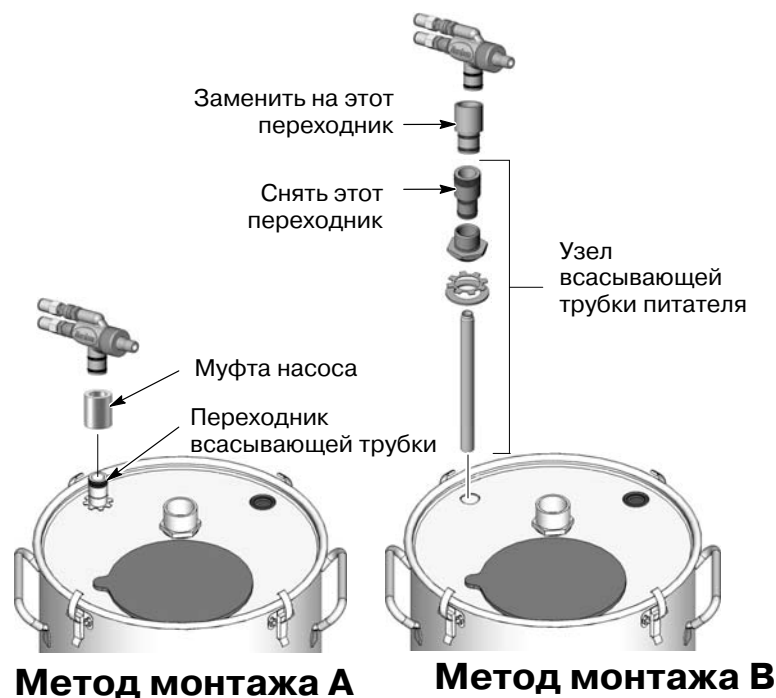

Рис. 1 Монтаж питателя
**Монтаж на бункерном питателе:** См. рис. 1. Насос поставляется с муфтой и переходником. Для монтажа насоса на питателе можно использовать один из этих фитингов: